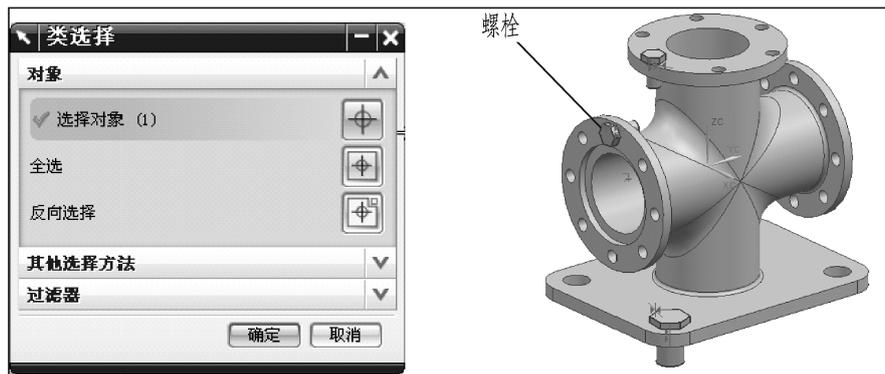

图 8.43 选择螺栓作为模板组件
① 选择菜单命令“装配→组件→创建阵列”，系统打开【类选择】对话框，选择螺栓，如图 8.43 所示，单击【确定】按钮。